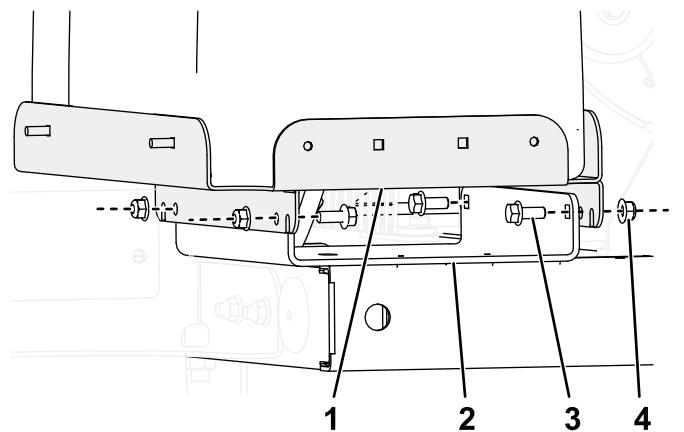

Figure 3
2. Montez le support du réservoir de carburant, comme montré à la Figure 3.